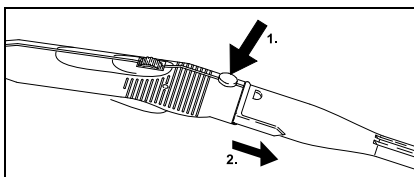

Bild 9
- Tryck på utlösningsknappen (C2 resp. G2) för att skilja tillbehörsdelarna åt och drag delarna från varandra (se bild 9).